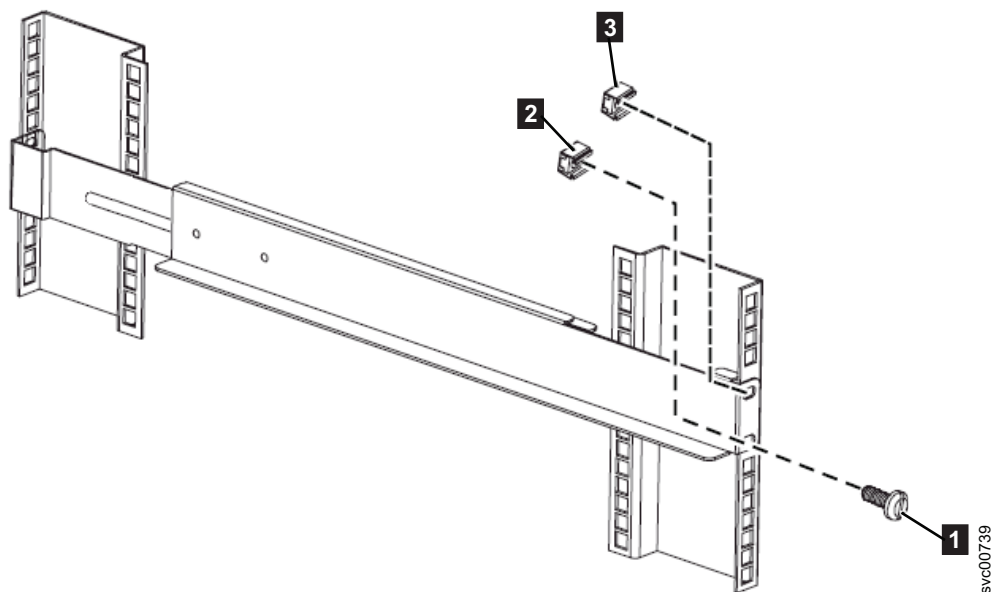

図 238. 2145 UPS-1U レール前部のラックへの取り付け
7. 2 つのクリップ・ナット **2** および **3** をラック前面に取り付けます。次に、M6 x 10 ねじ **1** を 1 つだけ使用して、294 ページの図 238 に示すようにレールを底部取り付け穴に取り付けます。